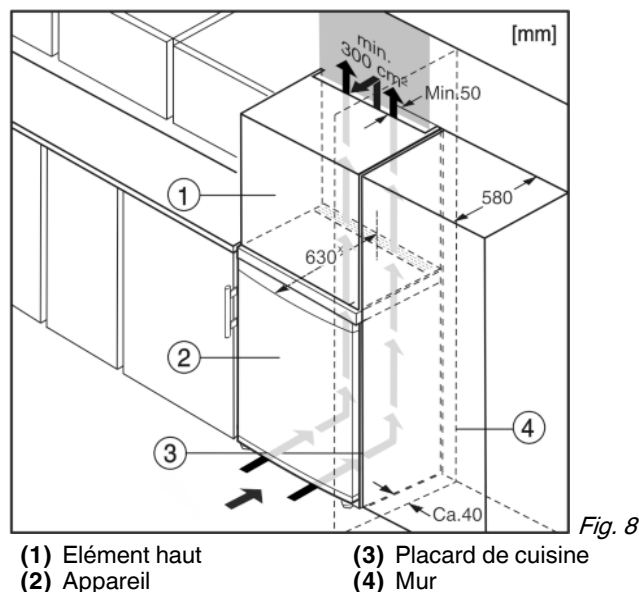

Fig. 8
- (1) Élément haut
- (2) Appareil
- (3) Placard de cuisine
- (4) Mur
L'appareil peut être entouré de meubles de cuisine. Pour adapter l'appareil Fig. 8 (2) à la hauteur des placards de la cuisine intégrée, on peut placer un élément haut Fig. 8 (1) au-dessus de l'appareil.
Lors de la transformation avec des placards de cuisine (profondeur max. 580 mm), l'appareil peut être placé directement à côté du placard de cuisine Fig. 8 (3). L'appareil dépasse latéralement de 34 mm* et de 50 mm* au centre de l'appareil par rapport à la face avant du placard de cuisine.
Si l'appareil est installé avec les charnières à côté d'un mur Fig. 8 (4), la distance entre l'appareil et le mur doit être de 40 mm min. Ceci correspond à la saillie de la poignée lorsque la porte est ouverte.